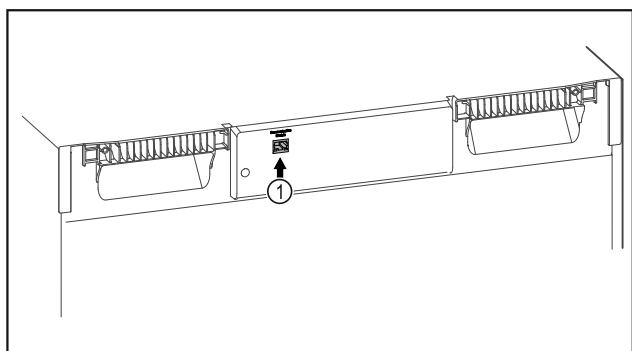

Fig. 79
- SmartModule Fig. 79 (1) naudojamas.